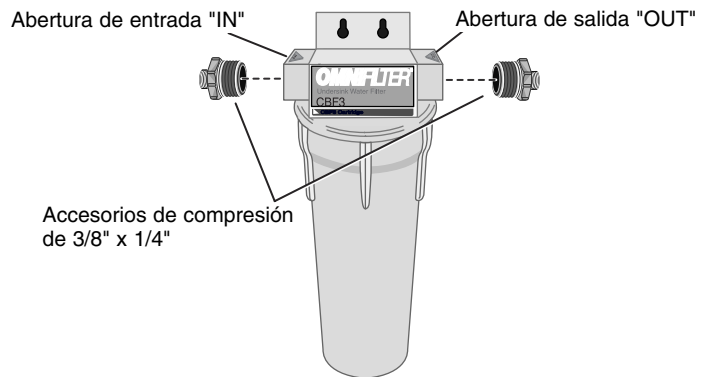

Figura 7
- Instale los dos accesorios de compresión fileteados en la caja del filtro. Consulte la Figura 7.